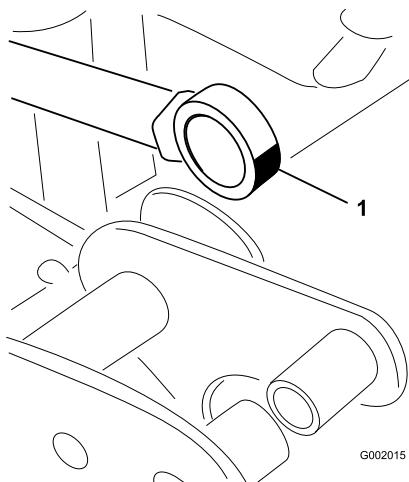

Figura 35
5. Manipolate il lato cuscinetto dell'asta dell'attuatore ed inserite il grasso nel cuscinetto (Figura 35). Tergeste il grasso superfluo.